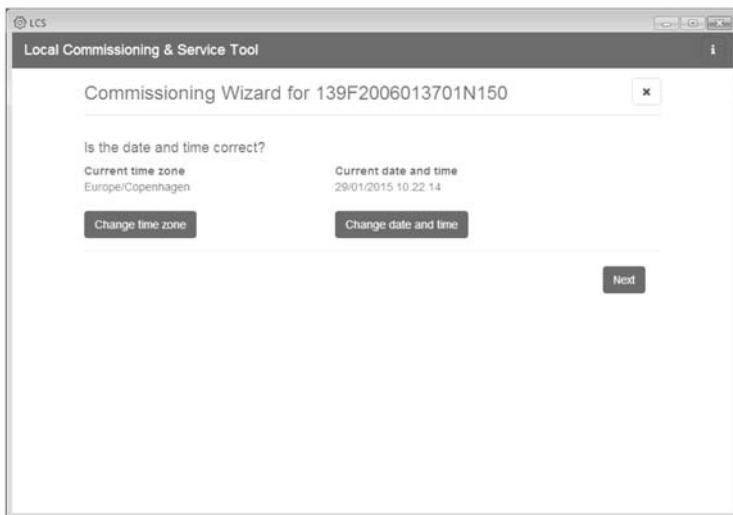

Abbildung 5.3 LCS-Tool - Datum und Uhrzeit überprüfen
4. Überprüfen, ob Datum und Uhrzeit richtig sind. Falls nicht, Datum und Uhrzeit einstellen und fortfahren. Siehe Abbildung 5.3.